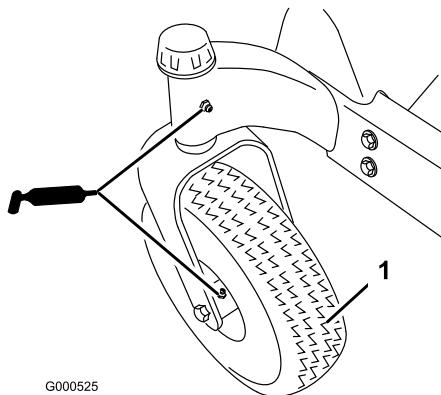
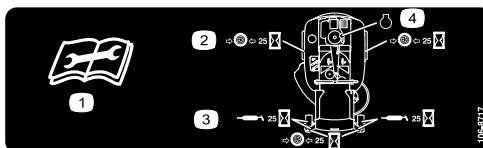

Figure 19
Figure 20
Graissez le pivot des roues pivotantes et les roues (Figure 19).
- Nettoyez les graisseurs (Figure 19 et Figure 20) à l'aide d'un chiffon. Grattez la peinture qui pourrait se trouver sur les graisseurs.
- Raccordez une pompe à graisse à chaque graisseur (Figure 19 et Figure 20). Injectez de la graisse dans les graisseurs jusqu'à ce qu'elle commence à sortir des roulements.